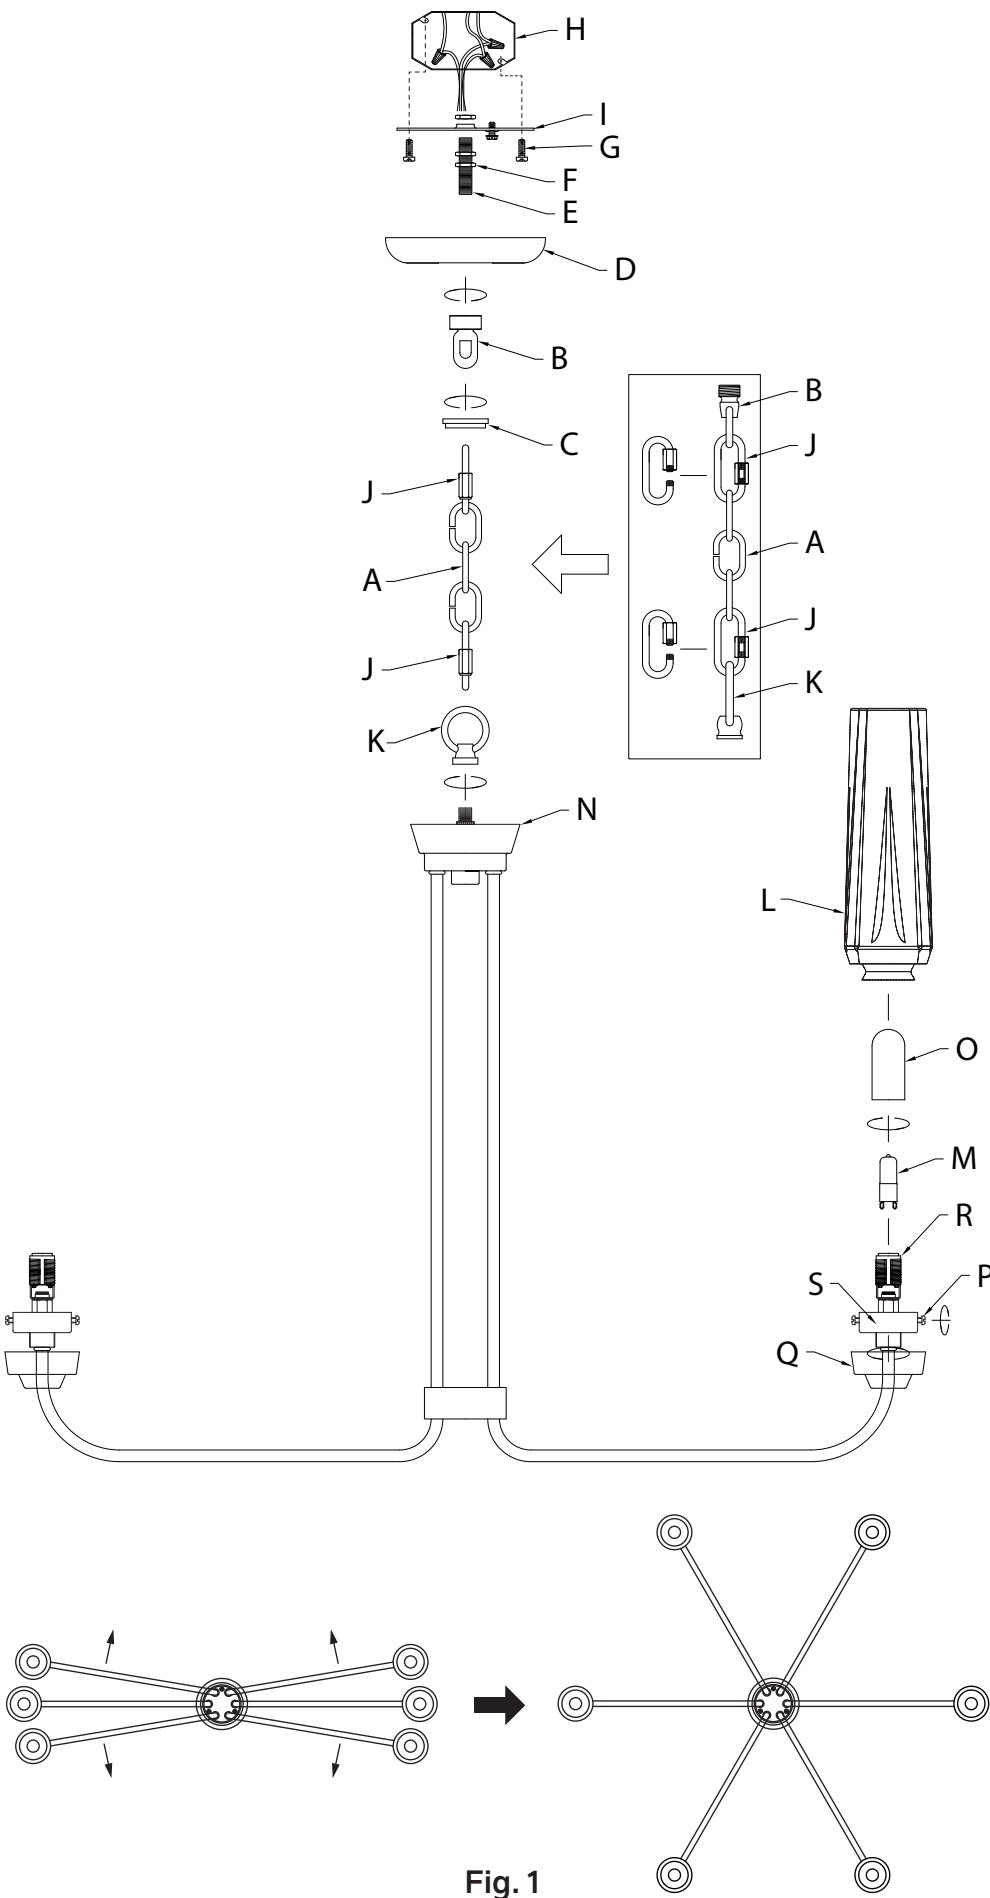

Fig. 1
1. Gire suavemente los brazos del artefacto para colocarlos en su posición, tal como se muestra (Fig. 1).